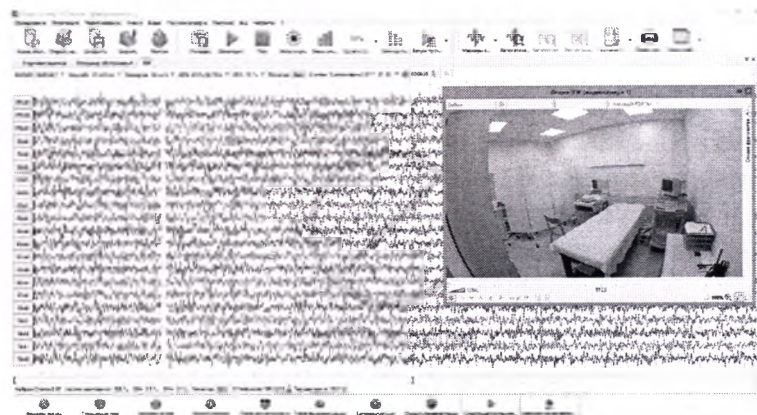

Рис. 15. Регистрация видео-ЭЭГ
11. Теперь видеокамера готова к работе с программой «Нейрон-Спектр.NET». Закройте окна настроек и создайте новое обследование с помощью команды меню **Обследование|Новое....** С помощью команды меню **Видео|Видеокамера 1** откройте окно для регистрации видео. При нажатии кнопки «Запись» на панели инструментов видео будет регистрироваться синхронно с кривыми ЭЭГ (рис. 15).